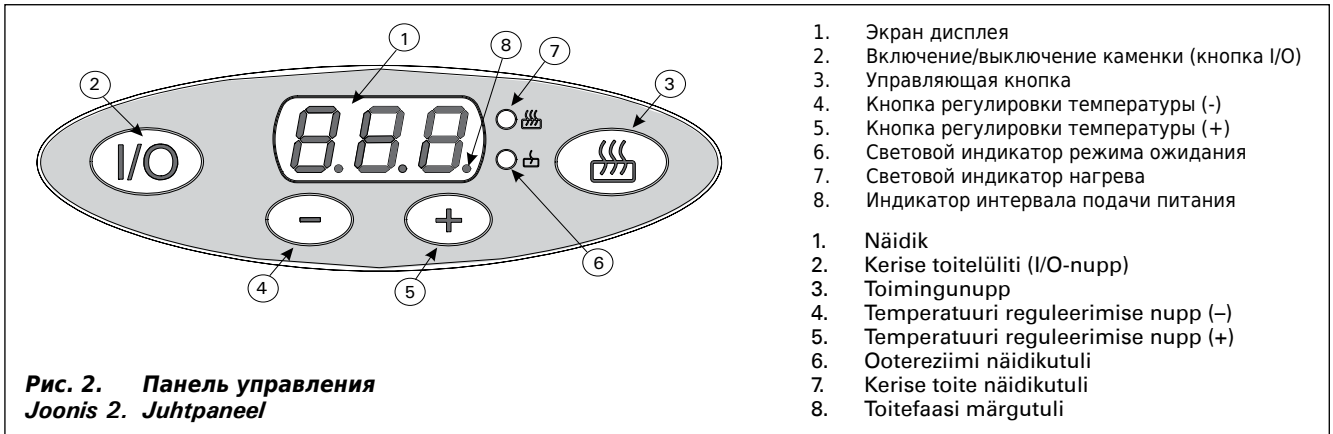
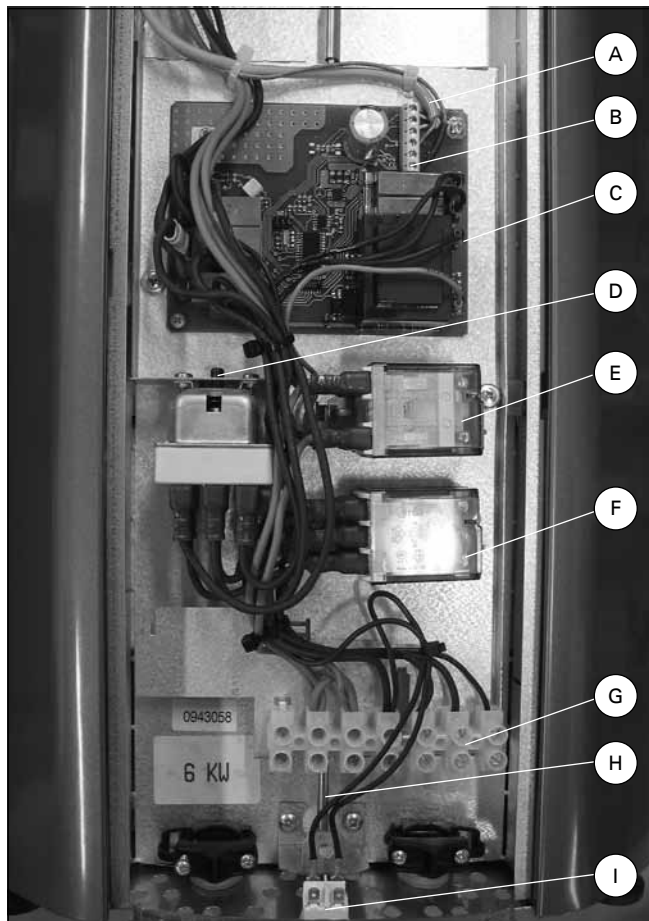

Рис. 2. Панель управления
Рис. 6. Расположение компонентов каменки
- Подача выходной мощности обозначается индикатором 8 (см. рис. 2).
Когда каменка включается на полную мощность (HI) с помощью кнопки управления, температура каменки устанавливается на уровне 300 °C. Это значение температуры нельзя задать с помощью кнопок регулировки температуры 4 и 5 (рис. 2). Если крышка каменки закрыта, когда каменка работает на полную мощность, то заданная температура в пространстве для камней (300 °C) достигается быстрее.
Электронные компоненты каменки включаются и выключаются с помощью небольшого электрического выключателя с качающимся механизмом, расположенного в нижней части передней панели I (рис. 6). Когда выключатель находится в положении **ON** (включено), световой индикатор под кнопкой **I/O** горит, указывая на то, что используется режим ожидания. В режиме ожидания ток через нагревательные элементы каменки не течет. Тот, кто устанавливает каменку, переводит ее в режим ожидания, когда производит электрические подключения.
Чтобы включить каменку, нажмите кнопку **I/O**. При подключении питания к нагревательным элементам на дисплей выводится сообщение LO (питание в режиме ожидания), за которым следует число, обозначающее текущую температуру пространства для камней (например, 24). Кроме того, горит лампа индикатора (рис. 2). Температуру в пространстве для камней можно задать с помощью кнопки + (5, рис. 2); максимальное значение — 280 градусов по Цельсию. Кнопка «минус» (4, рис. 6) используется для снижения слишком высокой заданной температуры (мин. 220 °C).
Потребление каменной электрической энергии можно отслеживать с помощью индикатора 8 (рис. 2). См. раздел «Дисплей».
Чтобы включить режим полной мощности, нажмите один раз управляющую кнопку 3 (рис. 2). На дисплее 1 (рис. 2) показывается, что используется состояние HI (= режим полной мощности). Через некоторое время на дисплее появится текущее значение температуры в пространстве для камней. В состоянии HI температура в пространстве для камней растет до заданного значения